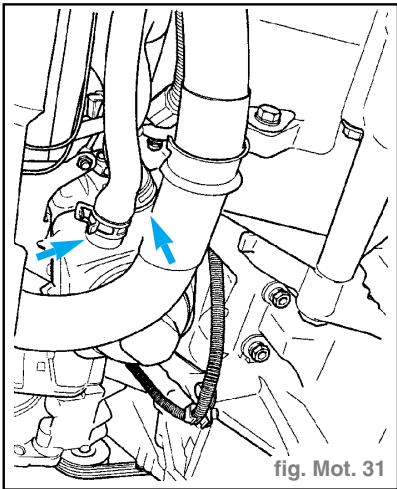

fig. Mot. 31
- Pour vidanger le circuit de refroidissement du moteur, débrancher en plus les durits du radiateur d'huile (flèches) (fig. Mot. 31).